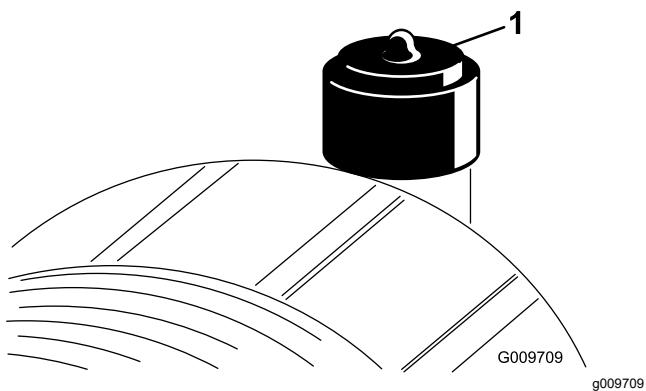

図 51
エアクリーナの整備はインジケータ図 51 が赤色になってから行ってください。早めにエレメントを交換しても意味がありません。むしろフィルタを外したときにエンジン内部に異物を入れてしまう危険が大きくなります。
2. インジケータ図 51 が赤になっている場合はリセットする。